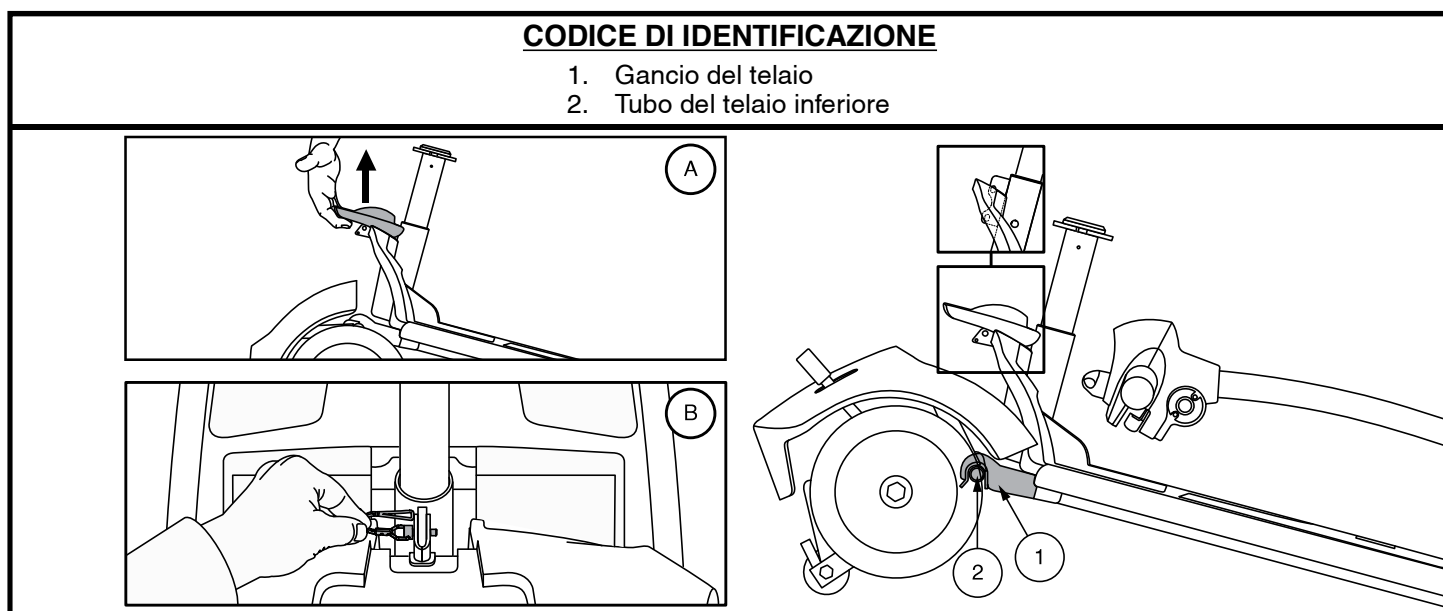

Figura 33. Leva di rilascio del telaio (Stile A) e Perni di chiusura del telaio (Stile B)
4. Separare lentamente le due sezioni del miniscooter. **Vedere figura 33.**
NOTA: Prima di effettuare il montaggio, inclinare la metà posteriore del miniscooter leggermente all'indietro sulle ruote antiribaltamento, come illustrato nella figura 33.
1. Usare la leva di rilascio del telaio (o la piantone del sedile per modelli 36, 336, 83 e 84) per sollevare la parte anteriore mentre si allineano i ganci del telaio della parte anteriore con il tubo del telaio inferiore della sezione posteriore. **Vedere figura 33.**
2. Una volta che i ganci del telaio sono sopra il tubo del telaio inferiore, abbassare la sezione anteriore e ruotare contemporaneamente la sezione posteriore. Questa operazione aggancia automaticamente la chiusura del telaio nei modelli 39, 40, 44, 40LX, 40X, 44X, 40E, 44E, 44LX, 49, 50LX, 50LXLIT, 53, 53HD, 54, 54LX, 54LXLIT, 54HD, 66, 67, 73, 74 e Jazzy ZTS. Nei modelli 36, 336, 83 e 84, è necessario inoltre reinstallare il perno di chiusura del telaio per completare il montaggio del corpo. **Vedere figura 33.**